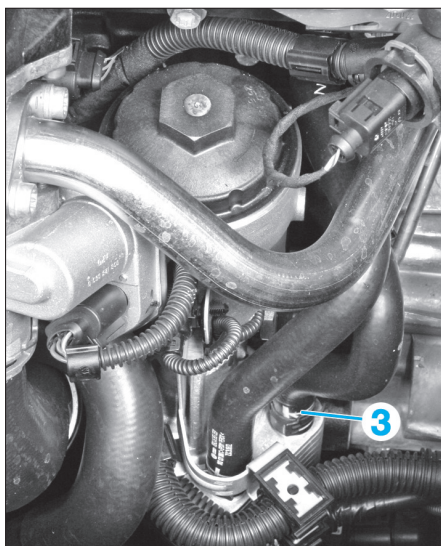

Fig. 33
- Débrancher la durit inférieure (2) du radiateur.
- Débrancher la durit supérieure (3) sur l'échangeur thermique eau/huile moteur (Fig.33).